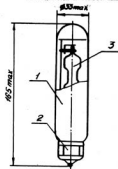

Рис. 1
2.2. Общий вид, габаритные, присоединительные размеры, тип цоколя и масса должны соответствовать приложению 1 рис. 1.